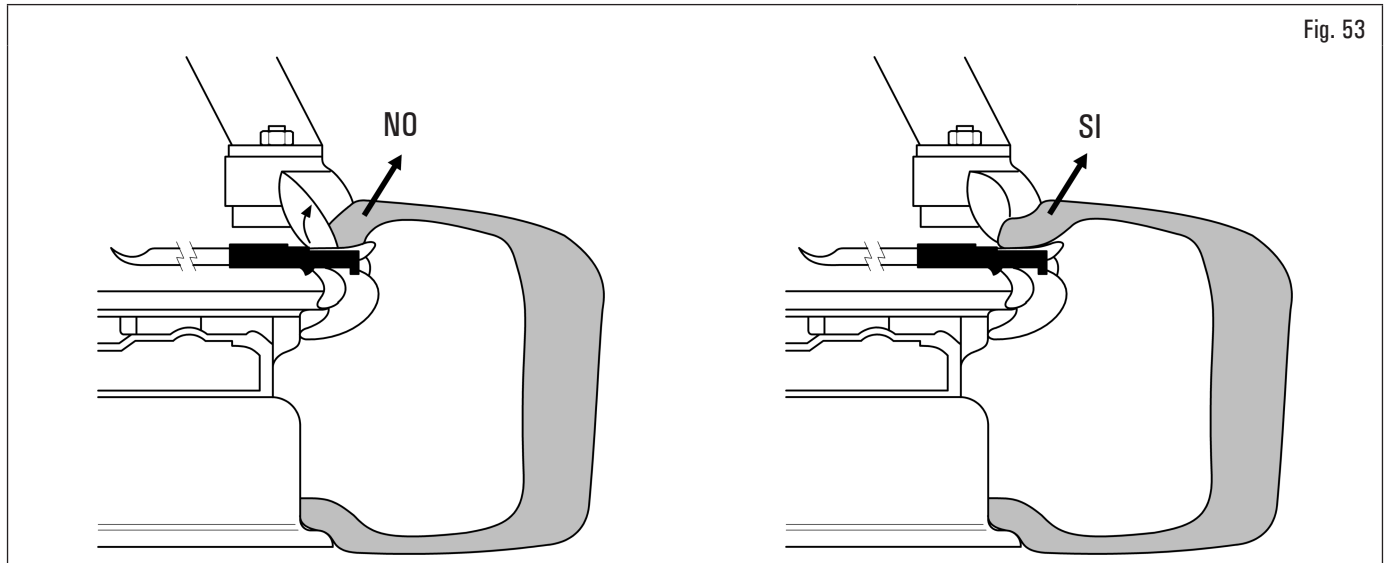

Fig. 53
13. in fase di smontaggio di pneumatici duri, può accadere che il tallone si posizioni, sulla testa utensile, con il labbro girato. Ciò provoca lo scivolamento del tallone stesso dalla leva quando si inizia la rotazione in senso orario. Per ovviare a questo inconveniente, bisogna girare leggermente la ruota in senso antiorario fino a quando il labbro non si distende. A questo punto iniziare lo smontaggio in senso orario (vedi Fig. 53).